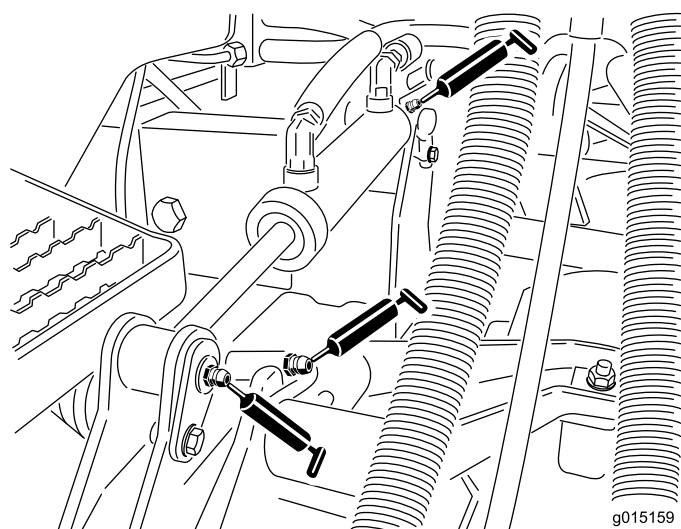

図 50
- ・ 昇降アームのブッシュ (カッティングユニット 1 台に 1 ヶ所) (図 50)
- ・ 昇降シリンダのブッシュ (カッティングユニット 1 台に 2 ヶ所) (図 50)